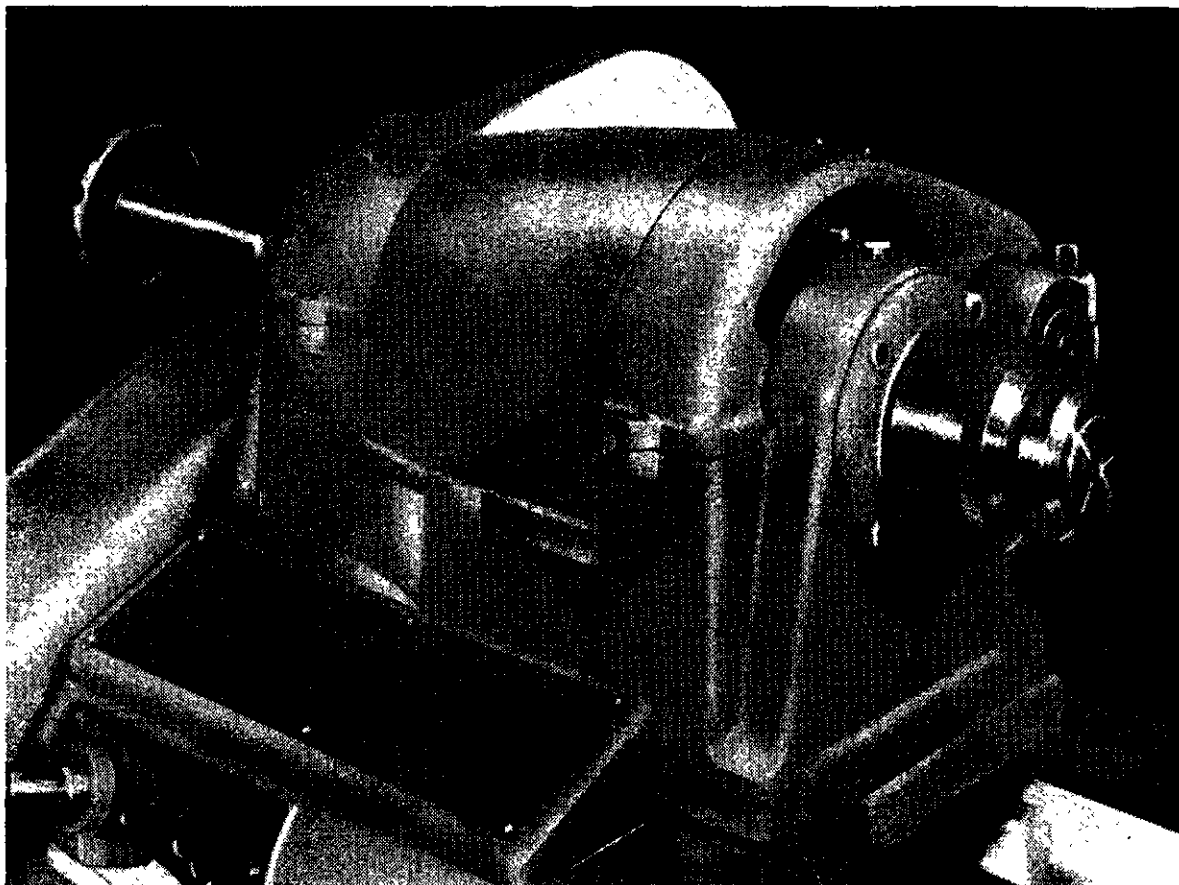

Fig. 19.
6. Dispositif pince-barres (fig. 19).